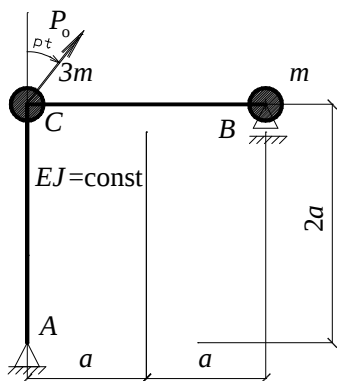

Rys. 7a
11. Oblicz ile powinien wynosić parametr tłumienia c , aby w układzie pokazanym na Rys. 7a (7b) okres drgań własnych tłumionych (T') był dwa razy większy od okresu drgań własnych nietłumionych (T). ($m=50 \text{ kg}$, $k=10 \text{ kN/m}$).
12. Oblicz amplitudę przemieszczeń układu pokazanego na Rys. 7a ($c=500 \text{ Ns/m}$, $k=100 \text{ kN/m}$, $m=40 \text{ kg}$, $F(t)=P_1 \sin pt + P_2 \cos pt$, $P_1 = 30 \text{ kN}$, $P_2 = 40 \text{ kN}$, $p=40 \text{ rad/s}$). Wynik podaj w mm.
13. Oblicz ile powinna wynosić sztywność więzi sprężystej k , aby kąt opóźnienia fazowego w układzie pokazanym na Rys.7a wynosił 90° . ($m=50 \text{ kg}$, $c=400 \text{ Ns/m}$, $F(t) = P_0 \sin 2\pi ft$, $P_0=10 \text{ kN}$, $f=10 \text{ Hz}$).